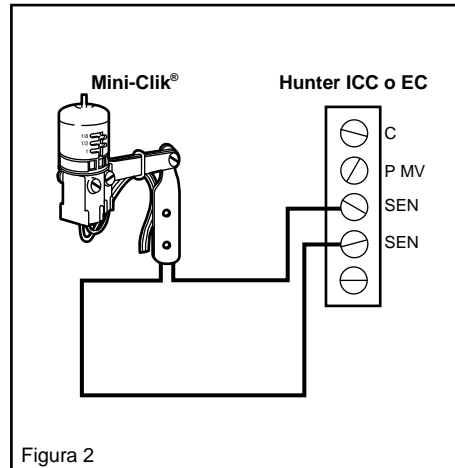

Figura 2
- Collegare un filo a uno dei morsetti marcati «SEN» e l'altro all'altro morsetto «SEN» (vedere Figura 2).